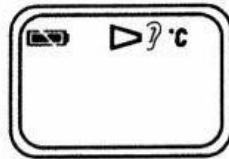

Abbildung 6.21
6. Alle Wörter in dem Anzeigebildschirm werden zwei Sekunden bleiben. Das System korrigiert die Temperatur (weniger als 10 Sekunden). Nachdem Sie zweimal Ticken hören, können Benutzer die Messung starten (siehe Abbildung 6.21).